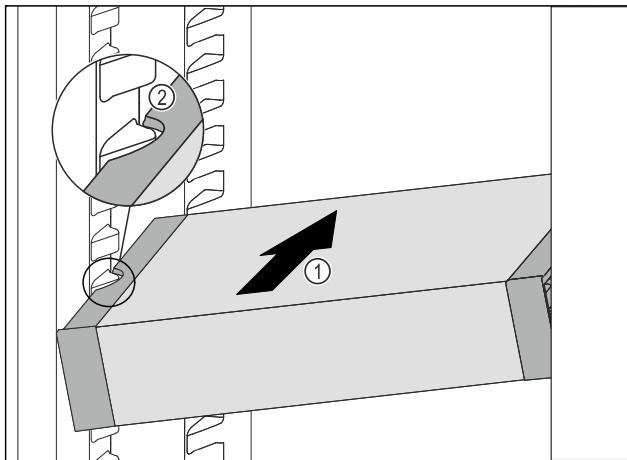

Fig. 59
- VarioSafe gurajte koso u hladnjak Fig. 59 (1) sve dok se bočni otvori Fig. 59 (2) VarioSafe ladice ne nađu na visini žlijeba spremnika u hladnjaku.